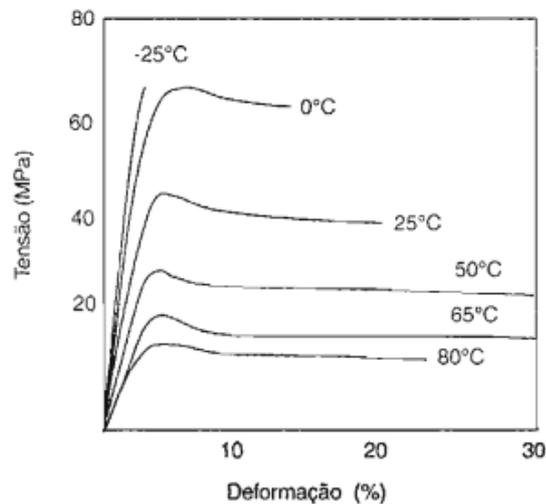

Figura 3 - Curvas tensão-deformação para o acetato de celulose em várias temperaturas.
7. Considere a curva de tensão-deformação para uma amostra de poliamida (náilon) conforme Figura 3. D determine: (a) o módulo de elasticidade (E); (b) limite de escoamento; (c) limite de resistência a tração; e (d) limite e deformação de ruptura. Esse tipo de curva é característica de qual tipo de polímero?